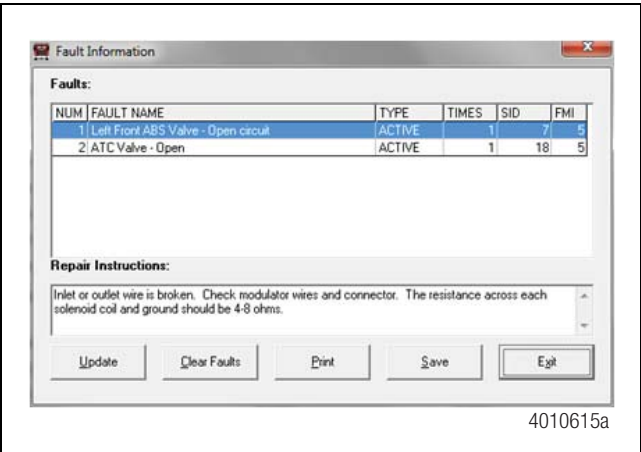
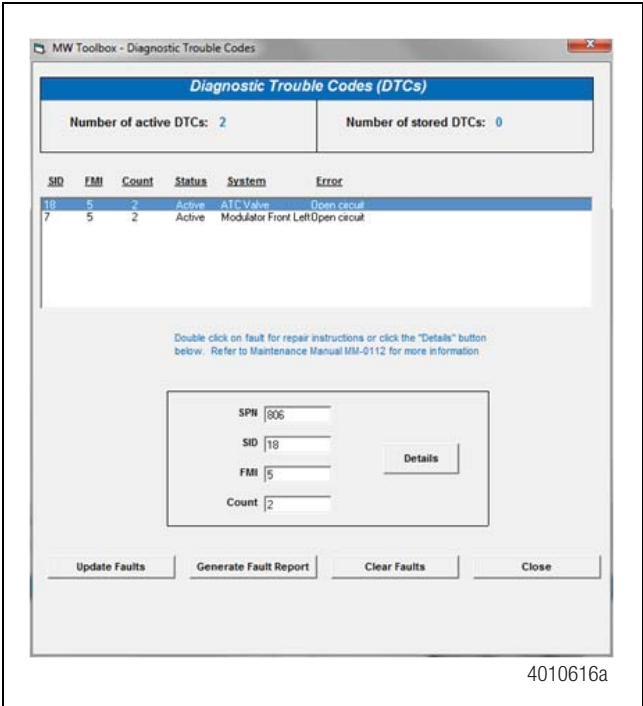

Figura 3.8
Figura 3.9
6. Del menú desplegable, seleccione **Fallas** o **Diagnóstico de Códigos de Problemas**. Con esto aparecerá la pantalla de Información de Fallas. Figura 3.8 y Figura 3.9.